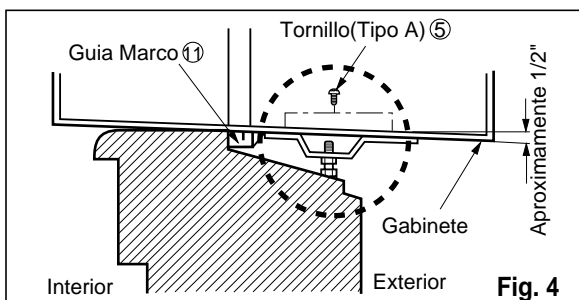

Fig. 4
4. Seleccione la posición que ubicará el soporte del alféizar cerca del punto más exterior del alféizar. (Ver Fig. 4)
5. Pegue el soporte antepecho a los rieles de la caja en relacion a la posicion deseada usando dos tornillos Tipo A en cada soporte. (Ver Fig. 4)